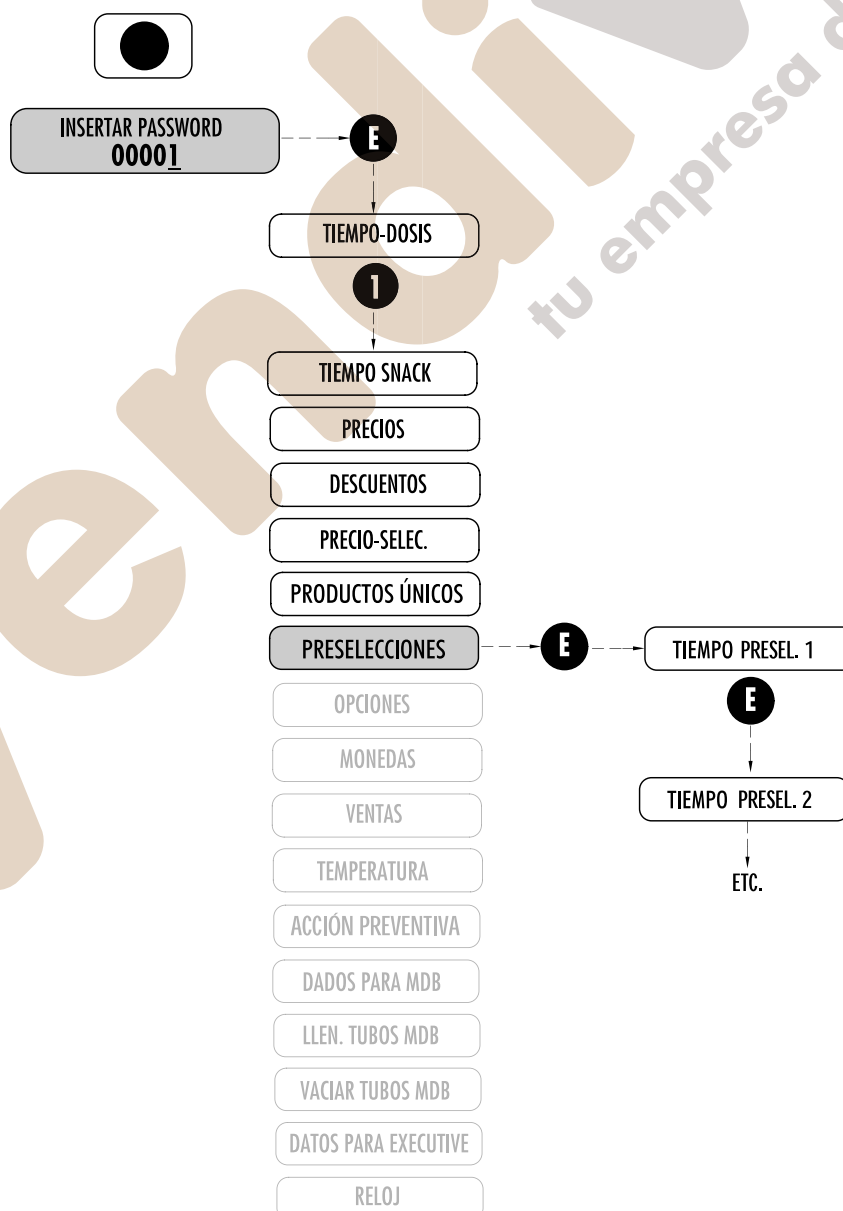

Fig. 7.9
7.2.7 PRESELECCIONES (Fig. 7.9)